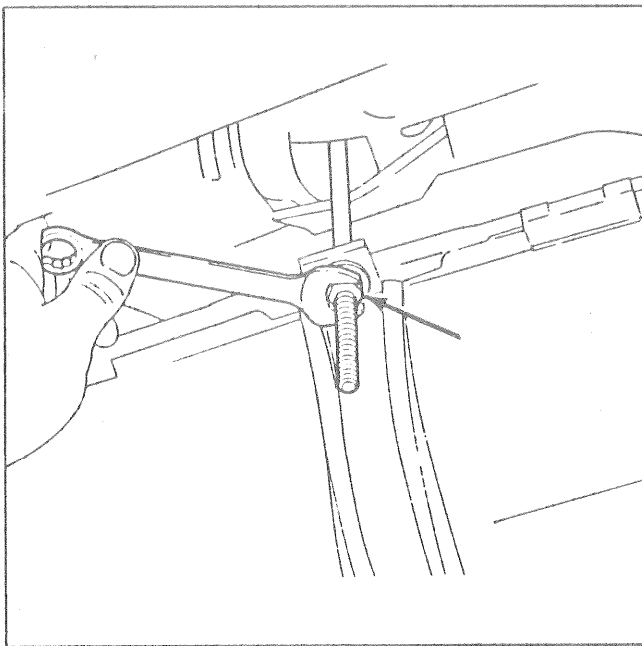

Fig 4
- Placer le véhicule sur un pont élévateur et, soit à l'aide d'un cric de pont ou d'un vérin de dépose de boîte, soulever le réservoir à essence. Dévisser suffisamment les écrous de fixation du réservoir afin de pouvoir atteindre le tuyau (S) de réaspiration (Fig 4 et 5).